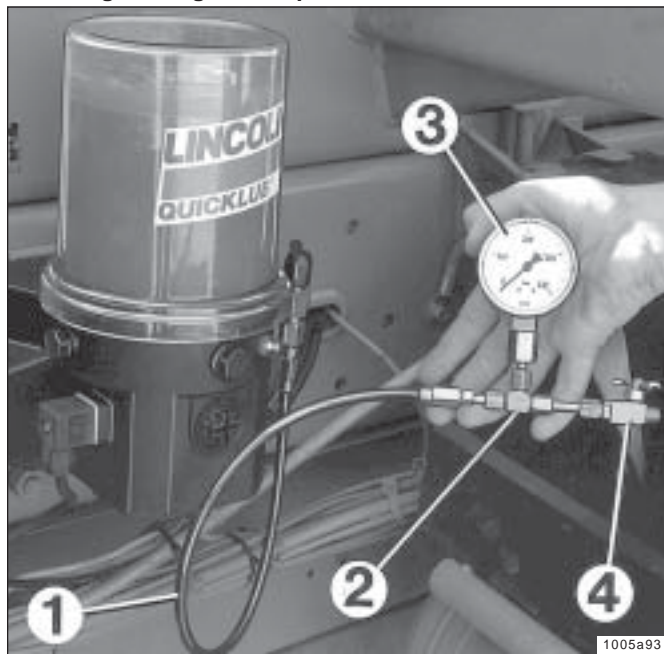

Abb. 23 - Druckbegrenzungsventil prüfen
- Manometer (0-600 bar; 0-8708 psi) am Druckbegrenzungsventil (Abb. 23) anschließen.